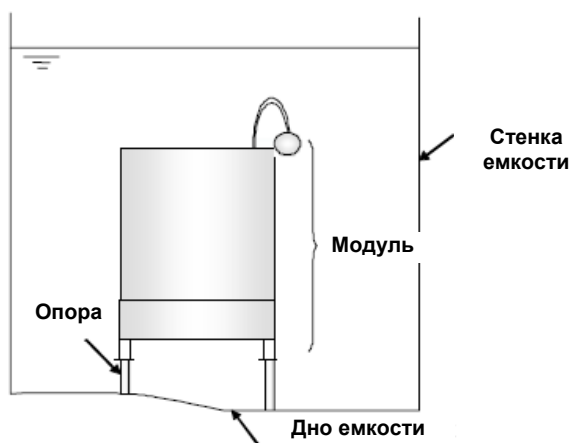

Рис. IV-6 Установка модулей на опорах (вид сбоку)
- * Пожалуйста, свяжитесь с нашими специалистами в случае, если требуется установить модули на дно емкости, обладающее неровностями. Рекомендуется устанавливать модули с использованием опор, показанных на рис. IV-6.